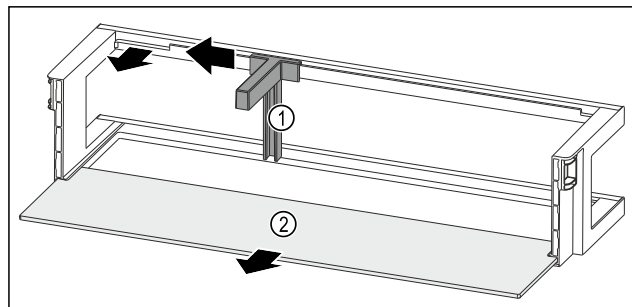

Fig. 229 Dvevní přihrádka s držákem lahví a odkládací plochou
- Držák lahví Fig. 229 (1) posuňte na stranu až k vybrání.
- Držák lahví Fig. 229 (1) odeberte.
- Odkládací plochu Fig. 229 (2) odeberte.